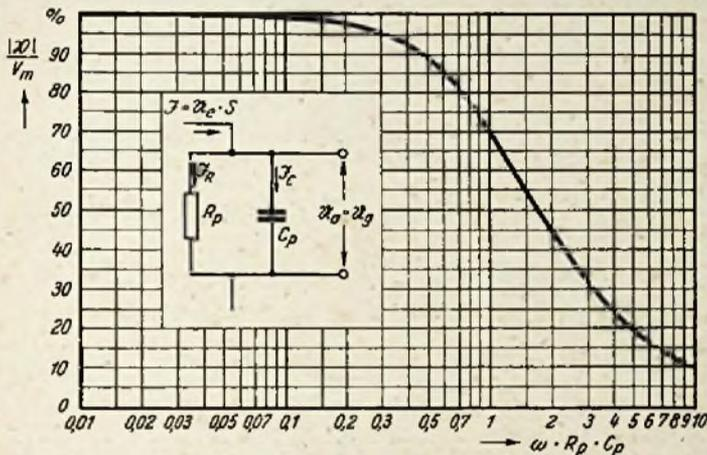

Abb. 18. Verlauf der relativen Verstärkung an der oberen Frequenzgrenze und vereinfachtes Ersatzschaltbild zu Abb. 17
Die parallelgeschalteten Widerstände und Kapazitäten können zu einem Widerstand bzw. einer Kapazität zusammengefaßt werden, so daß das vereinfachte Ersatzschaltbild in Abb. 18 entsteht. Es ist dabei:
Hierzu zeigt die Kurve in Abb. 18 den Verlauf der relativen Verstärkung für verschiedene Werte von  $\omega \cdot C_p \cdot R_p$  zwischen 0,01 und 10. Die Grenzfrequenz13) ist dann gegeben, wenn
Wird die Steilheit auf 5 mA/V eingestellt, dann ist die mittlere Verstärkung nach (32)  $V_m = 5 \cdot 10^{-3} \cdot 4270 = 21,4$  fach. Bei 1,5 MHz ( $\omega \cdot R_p \cdot C_p = 1$ ) fällt sie nach der Kurve in Abb. 18 auf den 0,707fachen Wert, d. i. rd. 15. Bei 3 MHz hat sie nur noch den 0,32fachen Wert von  $V_m$ , ist also auf eine etwa 6,8fache Verstärkung gesunken.
Da dieser Strom aber an dem Gitterwiderstand der folgenden Röhre deren Steuerspannung hervorruft, wird diese dementsprechend phasenverschoben. Der Gesamtanodenwechselstrom  $I = S \cdot U_g$  teilt sich in die Ströme  $I_R$  durch den Widerstand  $R_p$  und  $I_C$  durch die Kapazität  $C_p$  (s. Abb. 18).